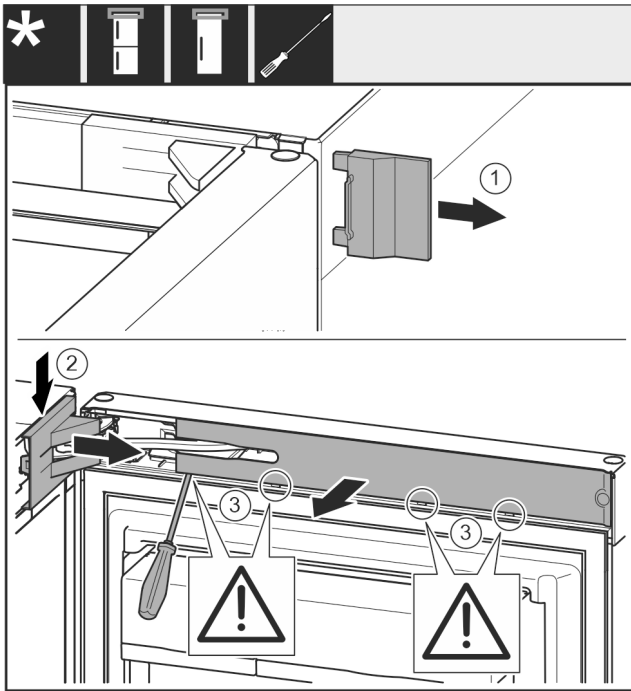

Fig. 8
- Hiqni kapakun mbulues Fig. 8 (1).
- Nxirrni nga foleja kapakun mbulues të bazamentit mbështetës Fig. 8 (2) dhe lirojeni.
- Hiqni kapakun mbulues të bazamentit mbështetës Fig. 8 (2).
- Nxirrni nga foleja panelin mbulues Fig. 8 (3) me një kaçavidë me kokë petë dhe shtyjeni anash.